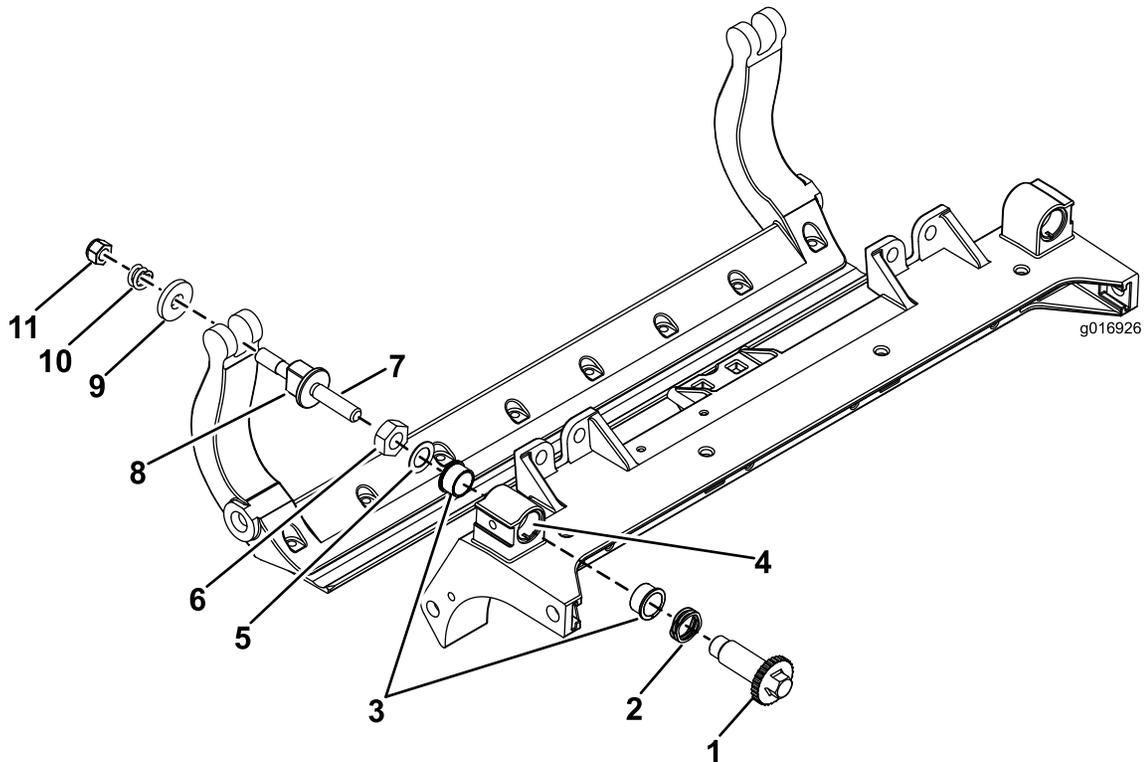

Figura 33
1. Retire todas as peças (consulte as *Instruções de instalação* do Kit DPA HD e a Figura 33).
2. Aplique composto anti-gripagem no interior da área dos casquilhos na estrutura central da unidade de corte (Figura 33).
3. Alinhe as chaves nos casquilhos das flanges com as ranhuras na estrutura e instale os casquilhos (Figura 33).
4. Instale uma anilha ondulada no veio do ajustador e deslize o veio para os casquilhos da flange na estrutura da unidade de corte (Figura 33).
5. Prenda o veio ajustador com uma anilha plana e porca de bloqueio (Figura 33).
12. Coloque uma arruela de aço no exterior de cada uma das arruelas de nylon (Figura 33).
Nota: As arruelas podem ter uma folga interna (Figura 33).
15. Aperte a porca em cada conjunto de ajustador da barra de apoio até que a mola de compressão esteja totalmente comprimida e, em seguida, desaperte a porca $\frac{1}{2}$ volta (Figura 33).